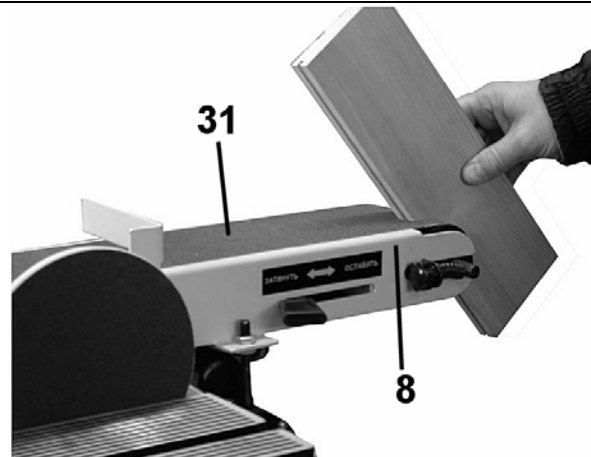

Рис.10
Выполняется на ролике шлифовальной лентой (31) для обработки радиусных торцов заготовки, Рис. 10.